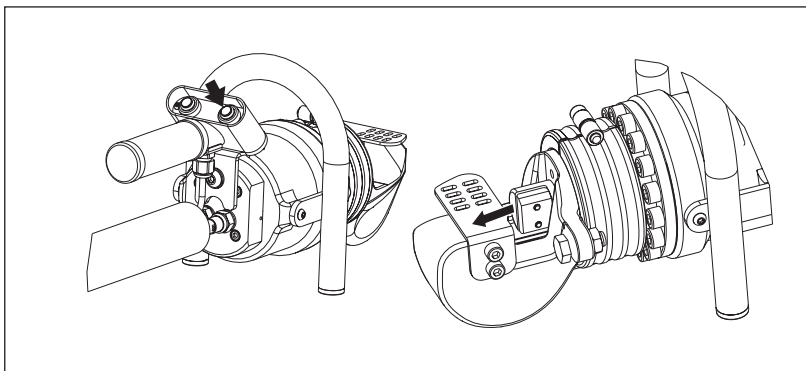

图 9，运行 - 向前/切割
- 按下并按住前进按钮，可使活塞前进并使移动刀片向前滑动。参见图 9。